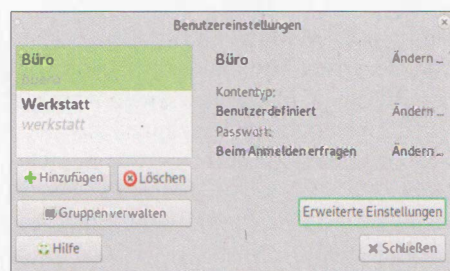
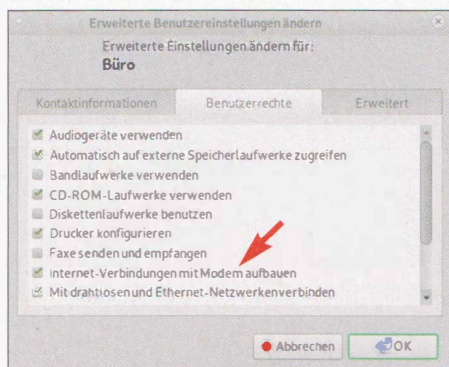

Bild 25: Benutzer anlegen – Erweiterte Einstellungen
Bild 26: Setzen der Berechtigungen des Benutzers, Modem-Zugriff markiert
- Zuerst die Benutzerverwaltung starten, Bild 25, und auf *Hinzufügen* klicken.
- Damit der Benutzer auch diverse Geräte (Scanner, USB-Stick, CD/DVD-Laufwerk, Netzwerk) nutzen darf, sind ihm dazu die Rechte einzuräumen. Dafür auf *Erweiterte Einstellungen* klicken, Bild 25, und für jede Berechtigung einen Haken setzen, Bild 26. Zwar dürfte wohl kaum jemand noch ein Modem benutzen, doch über *Internet-Verbindung mit Modem aufbauen* lässt sich z. B. ein Surfstick freigeben.